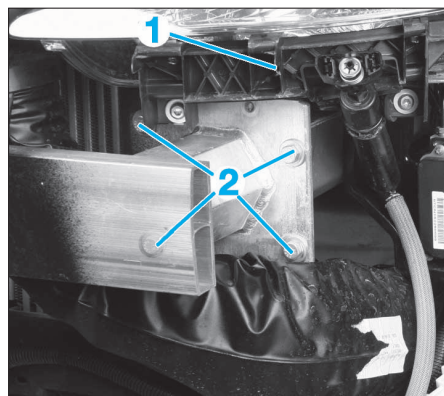

FIG. 8
- le support de lave-projecteur (1) (suivant équipement) (Fig.8)
- les vis de fixation (2) puis la traverse.